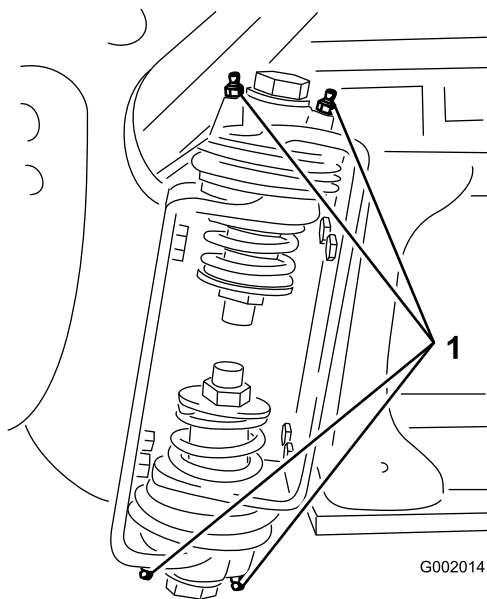

Bild 46
2. Pressen Sie Fett in die Lager oder Büchsen jedes Anschlussstückes Bild 46.